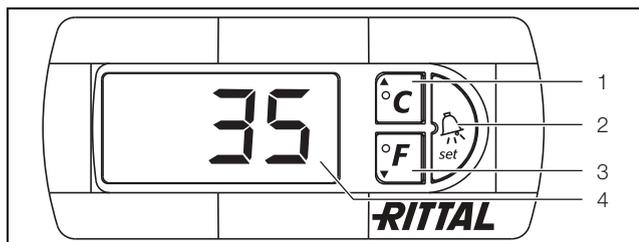

Fig. 16: Visualizzazione stato di funzionamento/guasti del sistema tramite controllo e-Comfort
Il controllo e-Comfort dispone di un display a 7 segmenti (fig. 16, pos. 4). Dopo l'inserzione dell'alimentazione, sul display appare per ca. 2 secondi la versione del software utilizzato. In modalità di funzionamento normale il display visualizza sia la temperatura (in gradi Celsius o gradi Fahrenheit, commutabili) sia le segnalazioni di guasto. La temperatura attuale all'interno dell'armadio in regime normale è sempre visualizzata. In presenza di guasto appare la relativa segnalazione invece dell'indicazione di temperatura.
Per la programmazione dell'apparecchio si utilizzano i tasti 1 – 3 (fig. 16). I relativi parametri vengono visualizzati in modo analogo sul display.
- Premere contemporaneamente i tasti 1 (°C) e 2 («Set») (fig. 16) per almeno 5 secondi.
Con i tasti 1, 2 e 3 (fig. 16) è possibile modificare 24 parametri entro i campi predefiniti (valore nominale, valore min., valore max.).